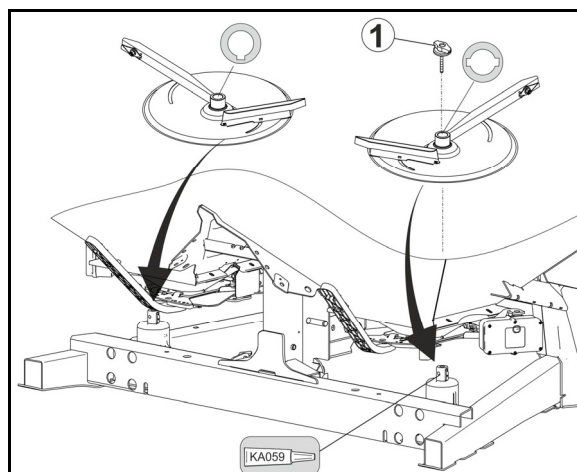

Fig. 53
1. Îndepărtați piulița-fluture (Fig. 53/1).